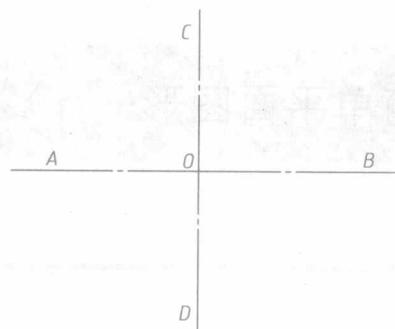

图 1-3 绘制基准线
(1) 绘制基准线 绘制图形中的基准线（水平线 AB 和垂直线 CD），如图 1-3 所示。